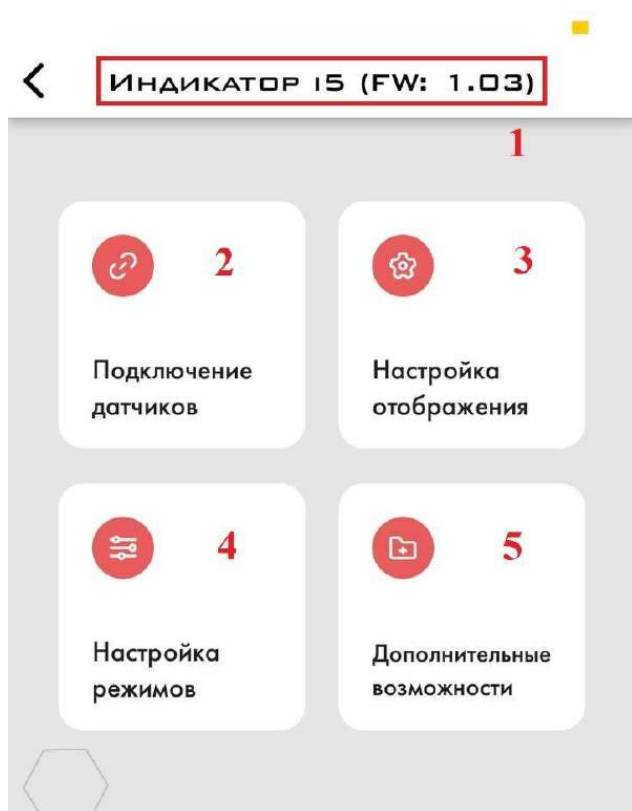

Рис. 64 Настройка отображения (3)
2.9.2 Если у вас установлено **несколько датчиков на одном транспортном средстве, но в разных баках** и вам необходимо, чтобы Индикатор И-5 показывал их суммарное значение, выберите окно 1-10 в меню Настройки дисплея (Рис. 64, 3) и выберите общий уровень ТД в режиме окна. При этом нет необходимости выбирать датчики в том же меню. Показания уровня всех датчиков TD, у которых включена функция **использовать при пересчете**, будут использоваться для расчета и отображения их среднего уровня.